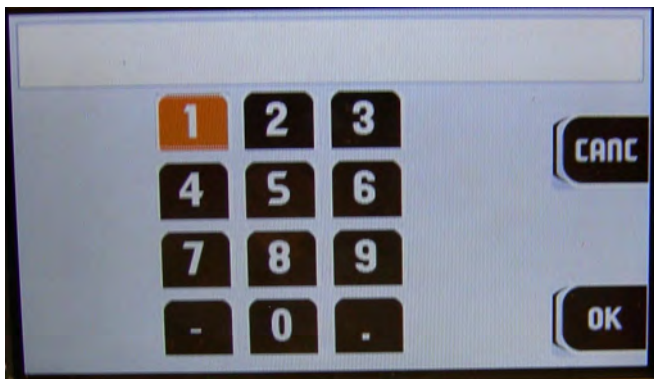

Fig. 105
- Sulla voce SETUP, premendo il pulsante del potenziometro, appare una schermata indicante una tastiera su cui inserire una password per avere accesso ai dati di impostazione relativi al funzionamento della macchina ("Fig. 105").
- On the SETUP item, by pressing the button of the potentiometer, a screen appears indicating a keyboard on which insert a password to have access to the setting data related to the operation of the machine ("Fig. 105").
- Sur l'élément SETUP, en appuyant sur le bouton du potentiomètre, un écran apparaît indiquant un clavier sur lequel entrer un mot de passe pour accéder aux données de réglage relatives au fonctionnement de la machine. ("Fig. 105").
- Im SETUP-Menü wird beim Drücken der Taste des Potentiometers ein Bildschirm angezeigt, der eine Tastatur anzeigt, auf der ein Passwort eingegeben werden kann, um Zugriff auf die Einstellungsdaten für den Betrieb des Geräts zu erhalten ("Fig. 105").
- En el elemento SETUP, al presionar el botón del potenciómetro, aparece una pantalla que indica un teclado en el que se ingresa una contraseña para acceder a los datos de configuración relacionados con el funcionamiento de la máquina ("Fig. 105").
- No item SETUP, quando o botão potenciômetro é premido, aparece um ecrã mostrando um teclado no qual deve ser introduzida uma palavra-passe para ter acesso aos dados de configuração para o funcionamento da máquina ("Fig. 105").